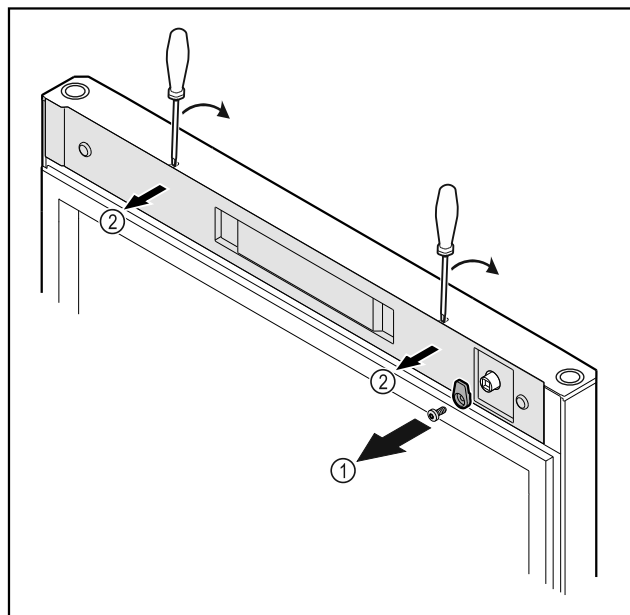

Fig. 12 *
- ▶ Odvrnite kuke za zatvaranje Fig. 12 (1)*
- ▶ Odvojite poklopac Fig. 12 (1) malim odvijačem i skinite ga.*